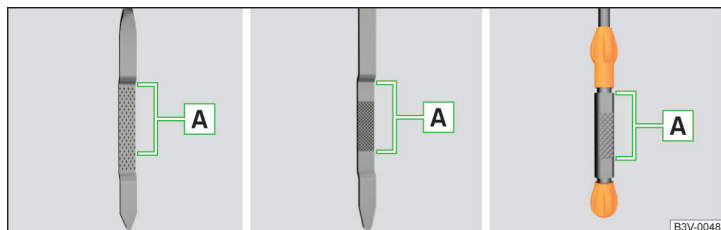

Fig. 299 Modelos de varillas del nivel de aceite
El nivel de aceite tiene que situarse en la zona **A** » fig. 299. Si el nivel de aceite se encuentra por debajo de la zona **A** se debe rellenar aceite.
- El nivel de aceite no debe estar nunca fuera de la zona **A** » fig. 299 - ¡De lo contrario existe riesgo de daños del motor, así como en el sistema de gases de escape!